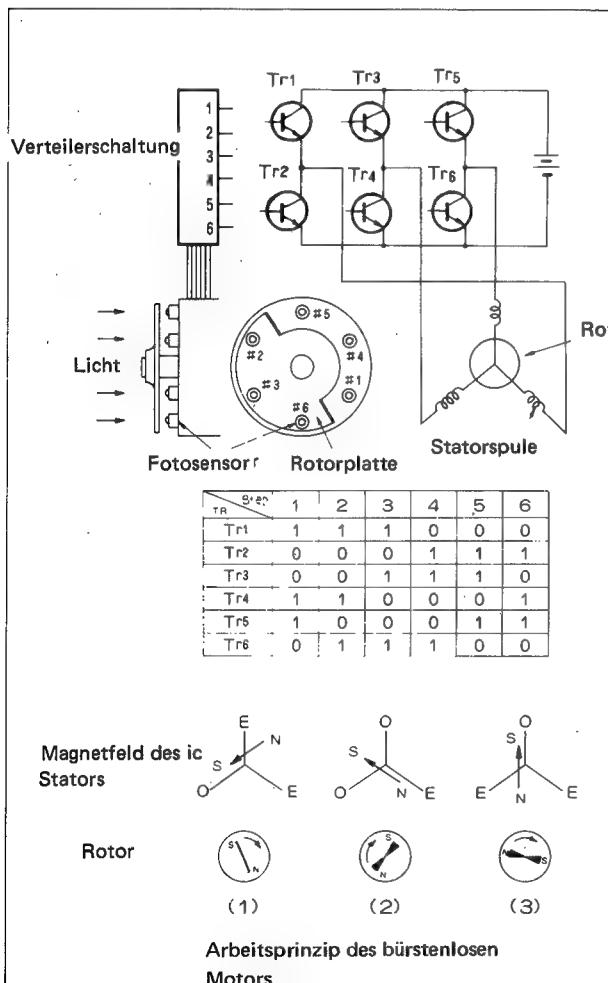

Abb. 3-9
Abb. 3-9 zeigt die Arbeitsweise des bürstenlosen Motors. Die Stellung des Rotors wird hier fotoelektrisch erfasst: Sechs Fotosensoren sind in gleichen Abständen am Rotor montiert. Eine an der Rotorwelle befestigte Platte schiebt sich während der Rotation zwischen die Lichtquelle und die Sensoren. Die Rotorposition kann durch Bestimmung der lichtempfangenen Sensoren ermittelt werden. Mit den lichtempfangenden Sensoren verbundene Transistoren (den Transistoren ist die gleiche Nummer zugeordnet, wie den Sensoren) werden leitend. Da Tr1, 4 und 5 derzeit leitend sind, entwickelt sich das Magnetfeld der Statorspule in Richtung (1). Der Rotor dreht in Pfeilrichtung, um sein eigenes Magnetfeld mit dem des Stators auszurichten.